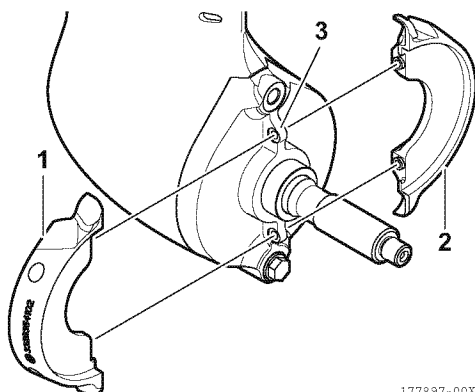

Abbildung 29
1. Die Anoden (1, 2, **Abbildung 29**) an der Schraubenwellenaufnahme (3, **Abbildung 29**) anbringen.
*Anmerkung: Auf die Einbaurichtung der Anoden (1, 2, **Abbildung 29**) achten. Anode (1, **Abbildung 29**) auf der linken Seite und Anode (2, **Abbildung 29**) auf der rechten Seite anbringen.*